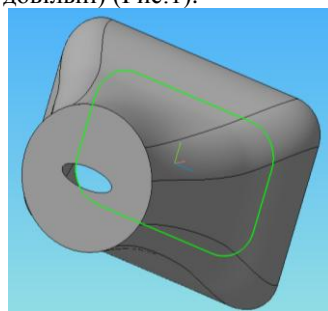

Рис.2 - Модель Розтрубу
2. Опрацювати операцію **Вирізати по перерізах** на прикладі моделі **Розтрубу** (розміри довільні) (Рис.2). Перед виконанням операції проаналізувати відмінності у конструкції деталі в залежності від послідовності виконання операцій по перерізах (спочатку створити модель за ескізами 1 – 2 -3, а далі виконати окремо елементи моделі за ескізами 1- 2 і 2 – 3), від способу побудови елемента у кінцевого перерізу (за замовчуванням, по нормалі), а також порівняти результати **автоматичної генерації траєкторії** і **генерації по точках**.